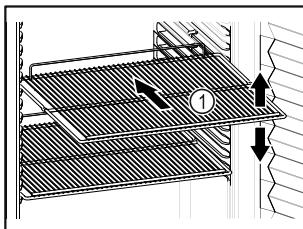

Fig. 56
- Ak sa dajú odkladacie rošty Fig. 56 (1) premiestniť, prispôsobte výšku.